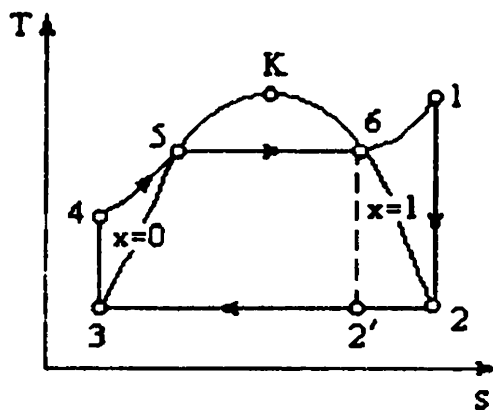

Рис.1
4. Для какой тепловой машины характерен цикл с изобарным подводом тепла, изображённый на рис.1: